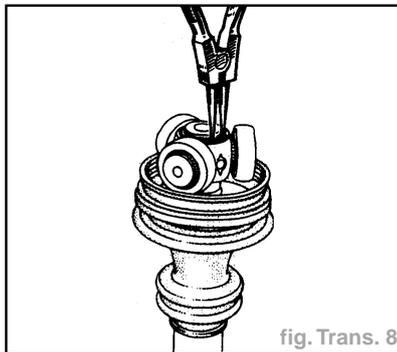

fig. Trans. 8
- Suivant montage, déposer le circlip (fig. Trans. 8).